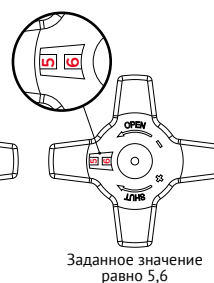

рис. 4
3. Откройте клапан до заданного значения, в качестве примера значение индикатора показывает 5,6 (см. рис.4).